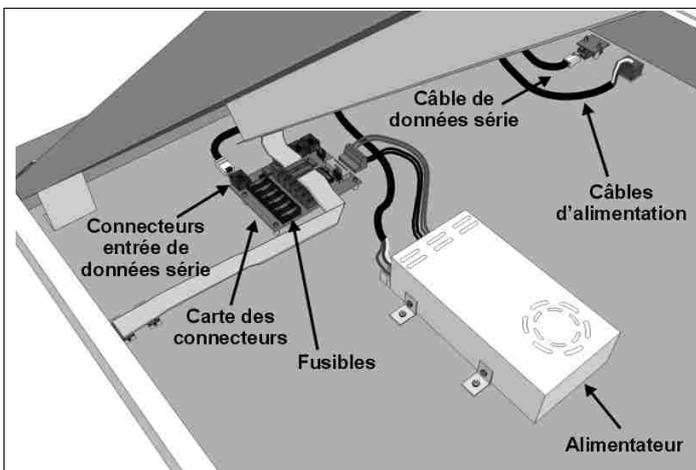
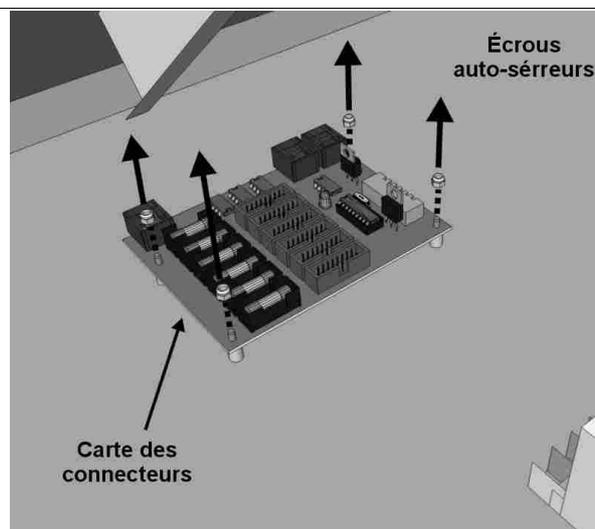

Fig. 20: Remplacement de la carte des connecteurs
Fig. 21: Fixation de la carte des connecteurs
- b) connectez la Console de commande directement au connecteur de données série de la carte des connecteurs (Fig. 20) avec un câble série fonctionnant correctement et alimentez le tableau;
- c) repérez la carte des connecteurs dans le module supérieur du tableau (Fig. 20) et cherchez le fusible (Erreur: sorgente del riferimento non trovata Fig. 21) près du connecteur où est branché le câble plat 16 contacts de la carte de commande précédente. Remplacez le fusible s'il est grillé; dans le cas contraire, remplacez la carte des connecteurs (chapitre 7.2).
2. Repérez la carte des connecteurs (Fig. 20); ôtez tous les connecteurs en notant leur position.
3. Avec une clé de 5,5 mm, dévissez les quatre écrous de serrage de la carte des connecteurs (Fig. 21), ôtez-la de son logement et installez la nouvelle carte.